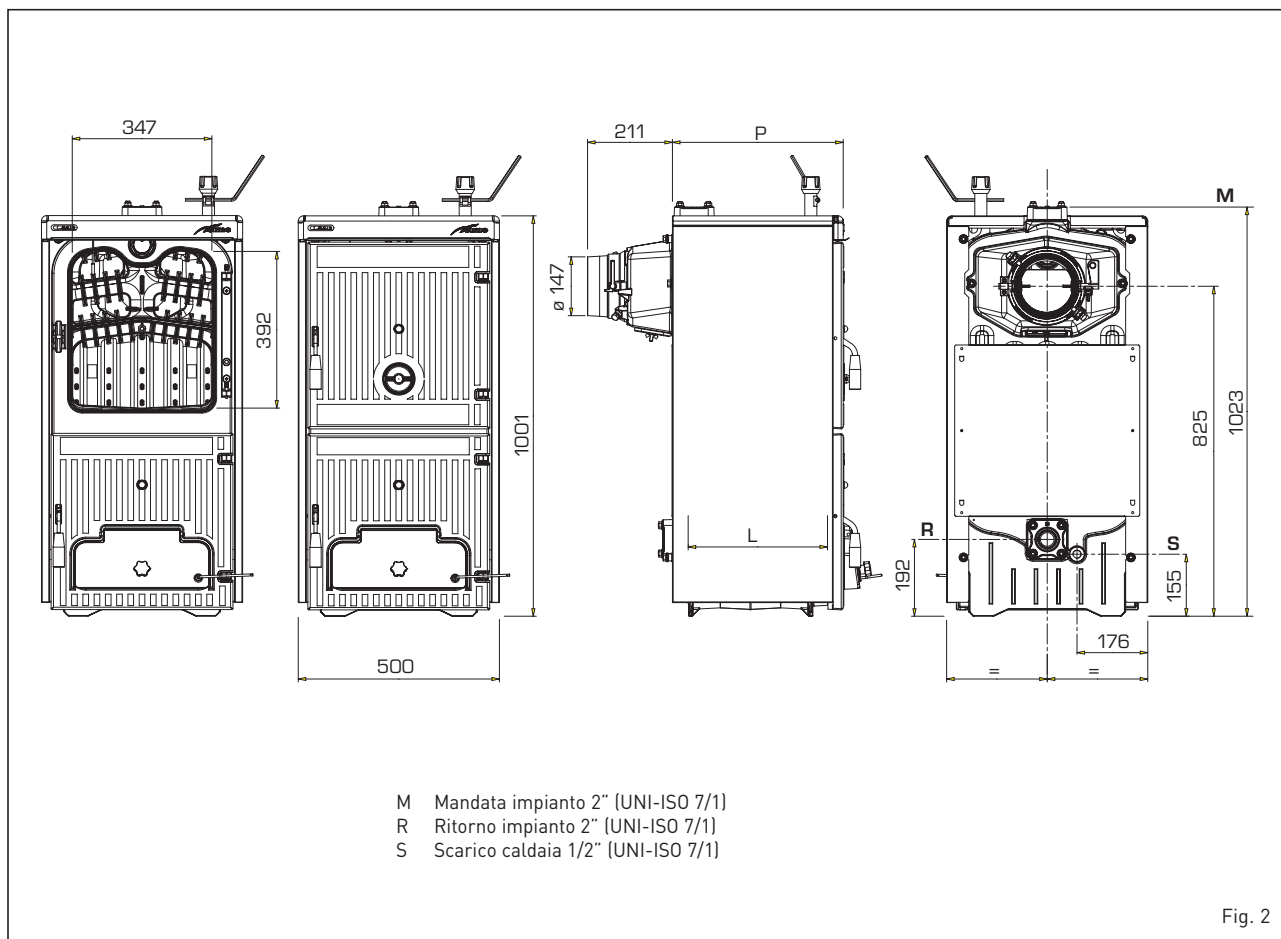

Fig. 2
3.2 DIMENSIONI D'INGOMBRO (fig. 2)